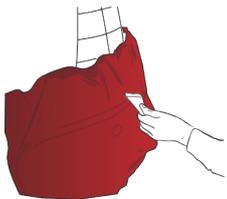

Figure 14
- › Appliquer le vinyle sur l'ensemble de la surface à l'aide d'une raclette en plastique recouverte de feutrine en veillant à le lisser doucement sur la zone convexe (FIG. 14) pour faire disparaître les tensions.